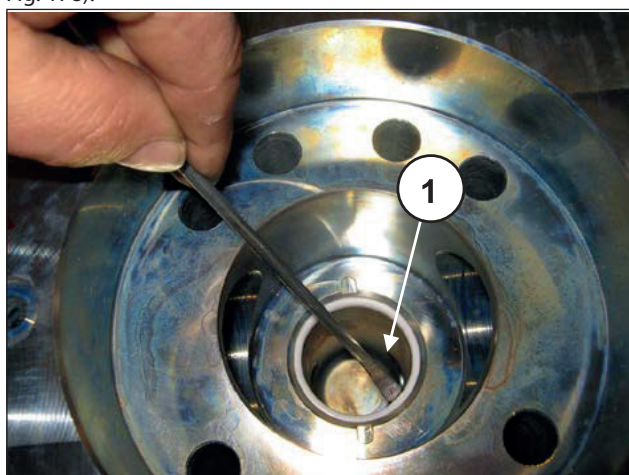

Fig. 178
Estrarre le sedi valvola e controllare lo stato di usura delle guarnizioni. Si consiglia di sostituirle dopo ogni smontaggio (pos. ①, Fig. 178).